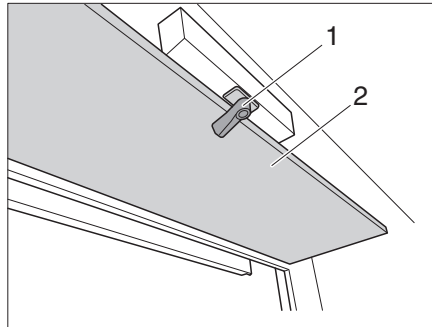

Fig. 147 Sportello per manovella
- Sbloccare il bloccaggio (Fig. 147,1) e ribaltare lo sportello (Fig. 147,2) verso il basso.